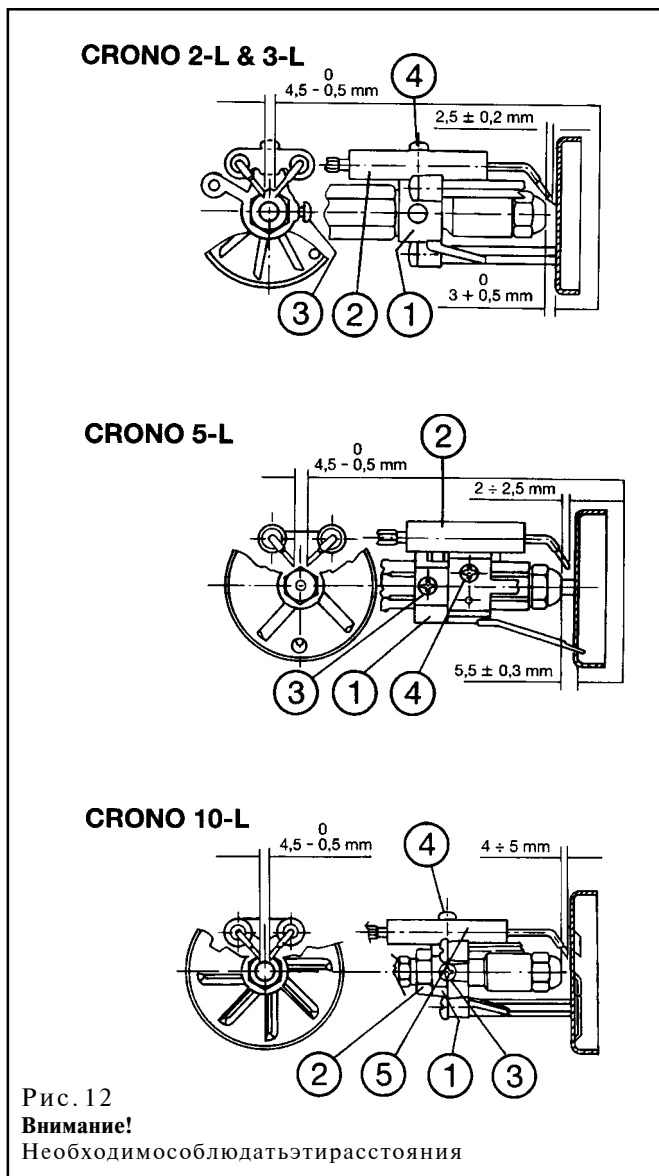

Рис. 12
Отвинтитьвинт3длянастройкистабилизаторапламени и винт 4 для регулировки электродов поджига 2 (Рис. 12).
Прижать суппорт стабилизатора пламени 1 к форсункодержателю2изакрепитьвинтом4,а затем можно переместить электроды 5, сохраняя установочные зазоры, как указано на рис. 12а.
Рис. 12а
- удалить из прохода форсункодержателя суппорт стабилизатора пламени 8, после отвинчивания винта 3 (Рис. 12а);